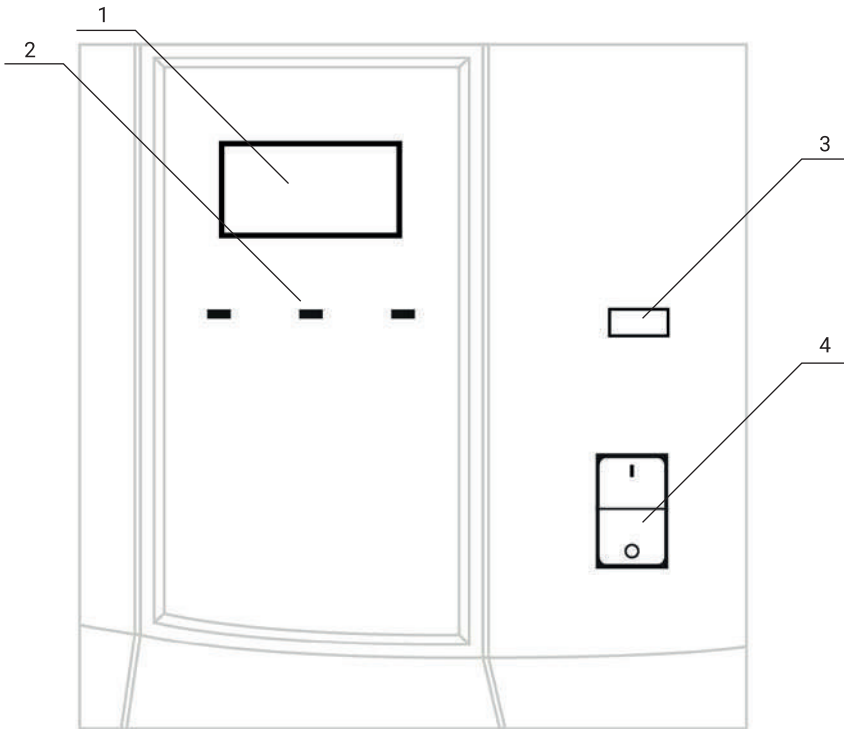

Рис.1
Расположенный на передней панели вольтметр в зависимости от положения кнопки 3 рис. 1 отображает значение входного или выходного напряжения.
5. Установить Выключатель «СЕТЬ» в положение «Вкл.» на 6 секунд. Индикатор выходного напряжения должен показывать 220В (1, рис.1).
6. Установите Выключатель в положение «Выкл.» (4, рис.1).
«Выкл.» и включите выключатель «ОБХОД» (5, рис.1).